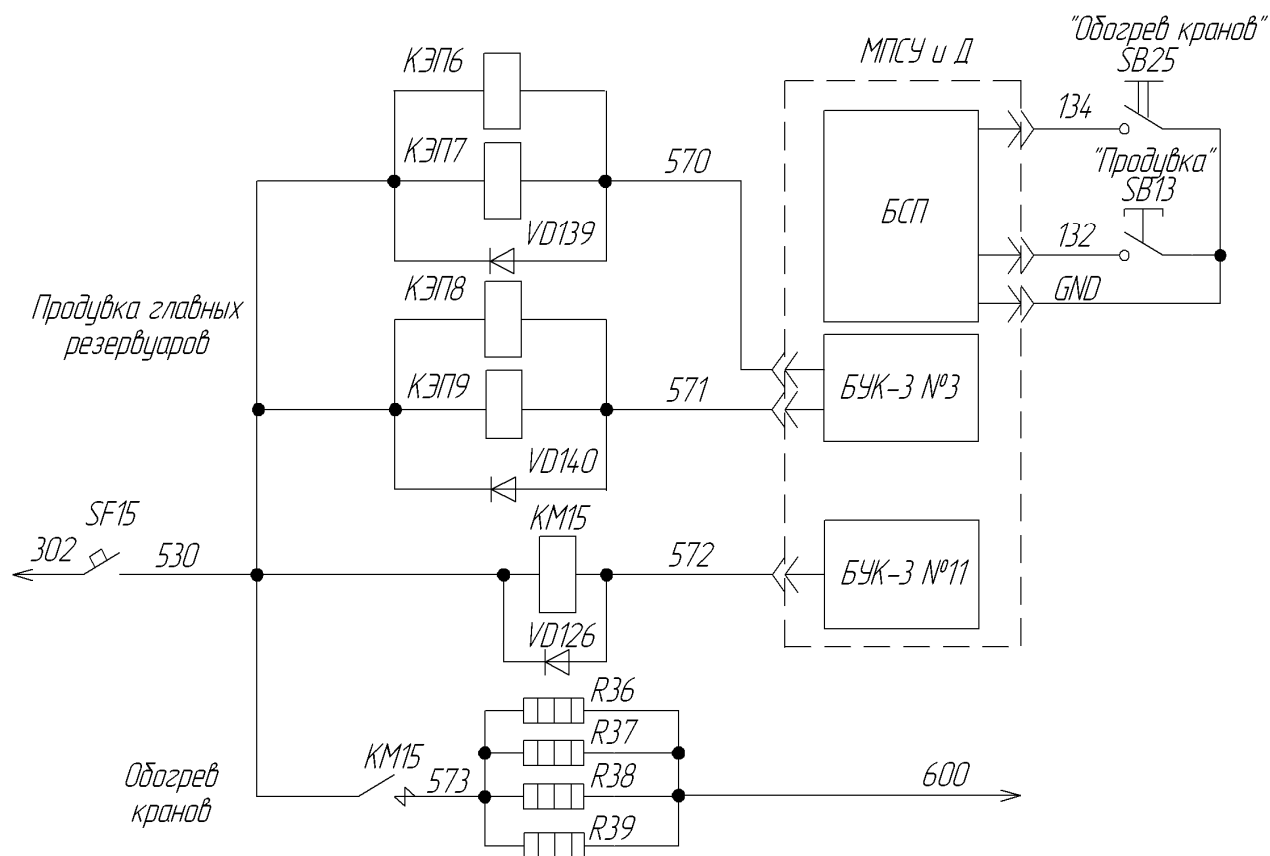

Рисунок 4.48 – Схема цепей продувки ГР и обогрева выпускных кранов
4.3.22.1 Продувка главных резервуаров. Продувка главных резервуаров (ГР) осуществляется как в автоматическом, так и в ручном режимах (см. рисунок 4.48).